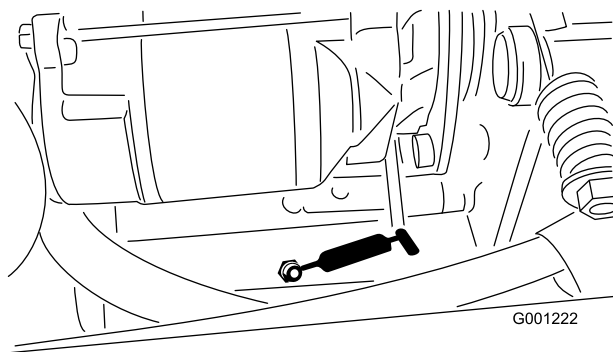

Figura 40
- Pivote tensor de la toma de fuerza (Figura 40)
- Cojinete trasero de la toma de fuerza (Figura 40)